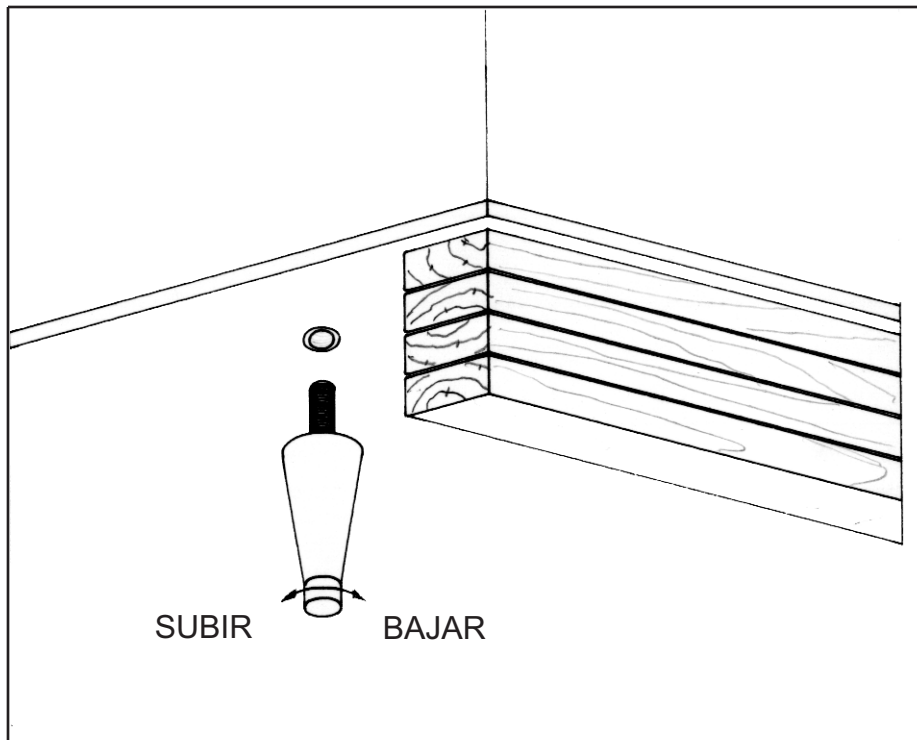

FIGURA 2
Su nuevo modelo de la serie "SW" viene con patas ajustables para su nivelación. Cada modelo SW27, SW48, SW60 y SW72 tiene cuatro agujeros de montaje para las patas en la parte inferior de la caja. Las patas están embaladas en la caja de accesorios de las que se deben retirar e instalar en la parte inferior de la caja del gabinete (vea la figura 2). Para instalar las patas, incline hacia atrás el gabinete con cuidado agregando cuatro (4) bloques de madera de 2" debajo y simplemente atornille los espárragos roscados de las patas en los agujeros delanteros de la parte inferior de la caja. Repita este procedimiento al inclinar el gabinete en el sentido opuesto e instale las patas restantes. Asegúrese de que las patas estén muy bien apretadas, ya que de lo contrario todo el modelo oscilará cada vez que sea abra o se cierren las puertas, ocasionando posibles daños en la parte inferior de la caja. Se debe efectuar este procedimiento cerca del lugar de instalación final y dejar espacio para tener acceso a la parte trasera del gabinete para la instalación del evaporador de condensado (vea " Instalación del evaporador de condensado" en la sección de Instalación y ubicación).